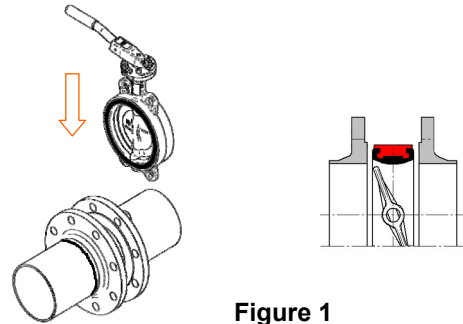

Figure 1
- 1** Déplacer suffisamment les deux brides de la tuyauterie pour permettre le glissement de la vanne sans endommager les lèvres de la manchette. Le disque sera positionné légèrement ouvert, sans dépasser la largeur de la vanne (fig. 1).